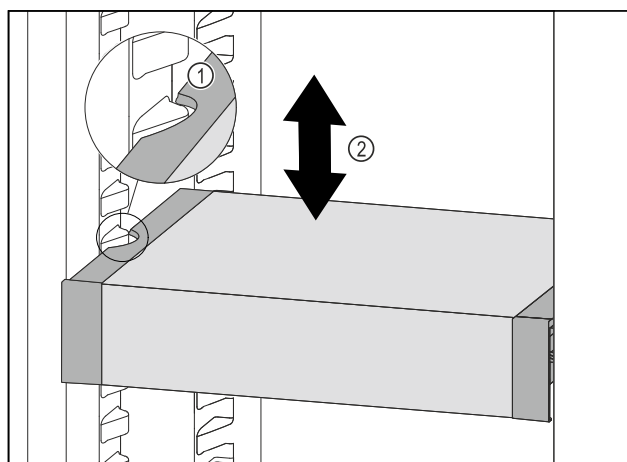

Fig. 49
- Tire del VarioSafe hacia delante hasta que los huecos laterales del VarioSafe se encuentren a la altura de la nervadura del recipiente en el compartimento del frigorífico. Fig. 49 (1)
- Mueva el VarioSafe hacia arriba o hacia abajo en el compartimento del frigorífico hasta alcanzar la altura deseada. Fig. 49 (2)